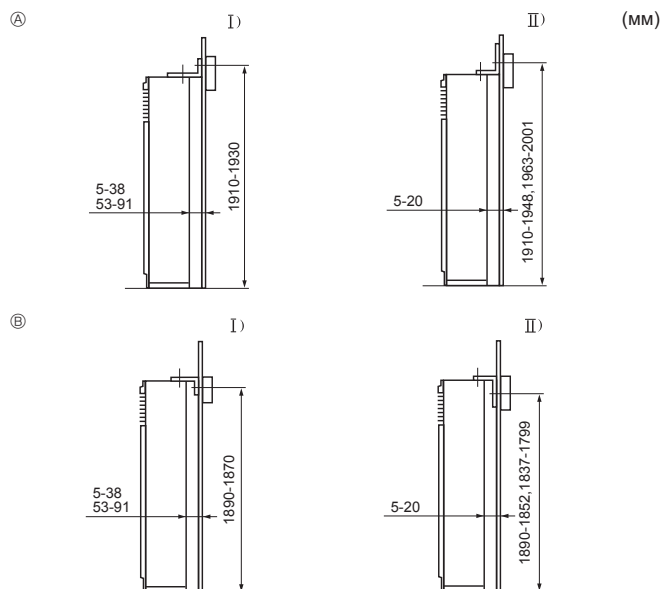

Fig. 3-3
- ① Аударылып қалудың алдын алу кронштейні
Аударылып қалудың алдын алу кронштейні ① құрылғының жоғарғы бетіне орнатылады. Өздігінен кесетін бұрандаларды ② алып тастаңыз да, кронштейнді суретте көрсетілгендей қайта орнатыңыз. Тиісті түрде орнату қашықтықтары үшін Fig. 3-3 қараңыз.
### 3.3. Аударып алудың алдын алуға көмектесетін кронштейнді орнату (Fig. 3-3)